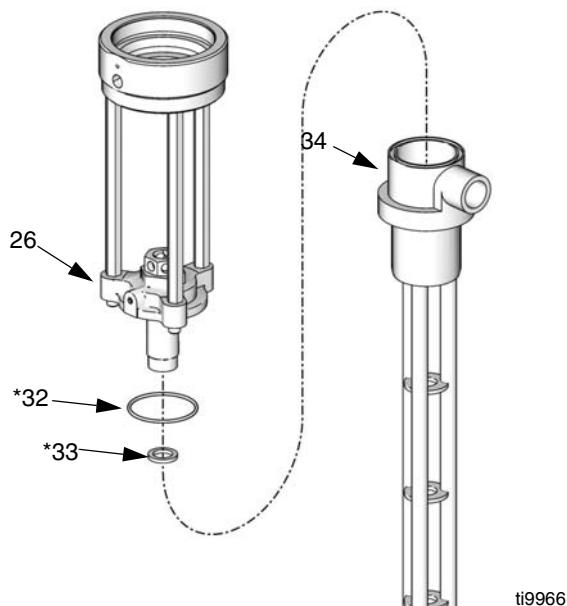

Рис.24
- 11 Снять крепежный фланец (26) с корпуса насоса (34). Снять уплотнительное кольцо (32*) и тefлоновую шайбу (33*) с корпуса насоса (34). Осмотрите все детали на наличие повреждений. См. Рис.24.